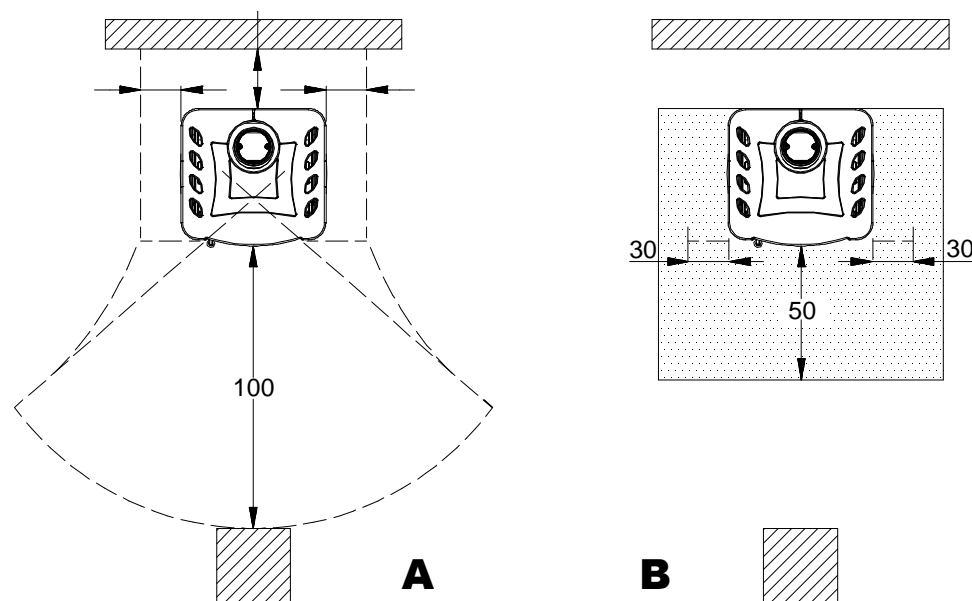

Figura 2
- al fine di assicurare un sufficiente isolamento termico, rispettare la distanza minima di sicurezza dal retro e da entrambi i lati da elementi costruttivi ed oggetti infiammabili e sensibili al calore (mobili, rivestimenti di legno, stoffe ecc.) (vedi Figura 2 **A**). **Tutte le distanze minime di sicurezza sono indicate sulla targhetta tecnica del prodotto e NON si deve scendere al di sotto dei valori indicati.**
- qualora il prodotto venga installato su un pavimento di materiale infiammabile, bisogna prevedere un sottofondo ignifugo. **I pavimenti in materiale infiammabile**, come moquette, parquet o sughero etc., **devono essere sostituiti** da uno strato di materiale non infiammabile, ad esempio ceramica, pietra, vetro o acciaio etc. (dimensioni secondo l'ordinamento regionale). **Nel caso in cui la sostituzione del pavimento non sia possibile, l'apparecchio deve essere posizionato sopra una lastra di pietra o cemento spessa almeno 12 cm.** Il sottofondo deve sporgere dall'apparecchio lateralmente (vedi Figura 2 **B**) e frontalmente di almeno **50 cm** oltre all'apertura della porta di carico.